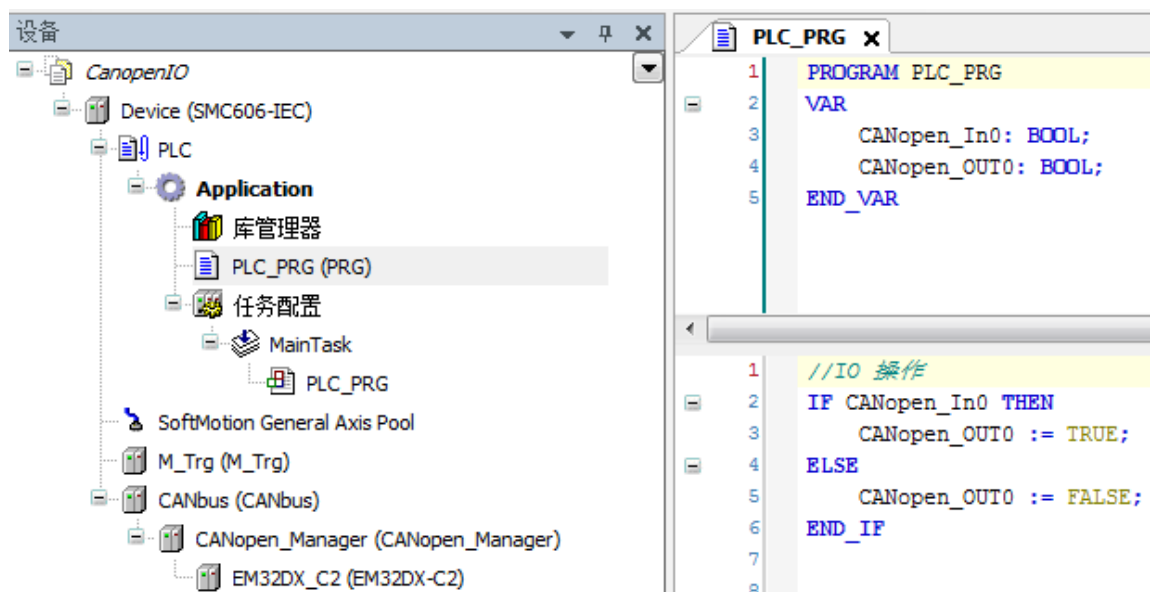

图 4.11 IO 操作代码界面
(4) 编辑程序如下：
- c. 编写 IO 操作代码，如下图 4.11 所示。